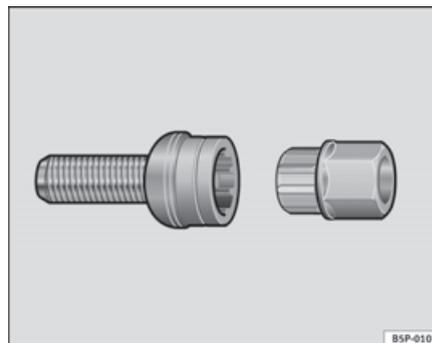

Fig. 183 Boulons de roue antivol
- Introduisez l'adaptateur au maximum dans le boulon antivol de la roue ⇒ page 258, fig. 183.